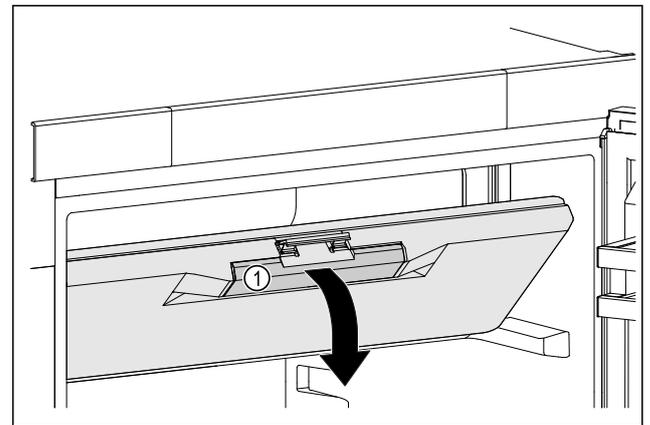

Fig. 48
▶ Gefrierfachtür an der Griffmulde Fig. 48 (1) anfassen.